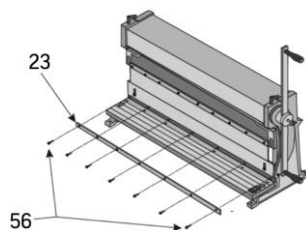

fig. 2
1. Retirez les vis (n° 56) de la lame de coupe supérieure (n° 23) (fig. 2).